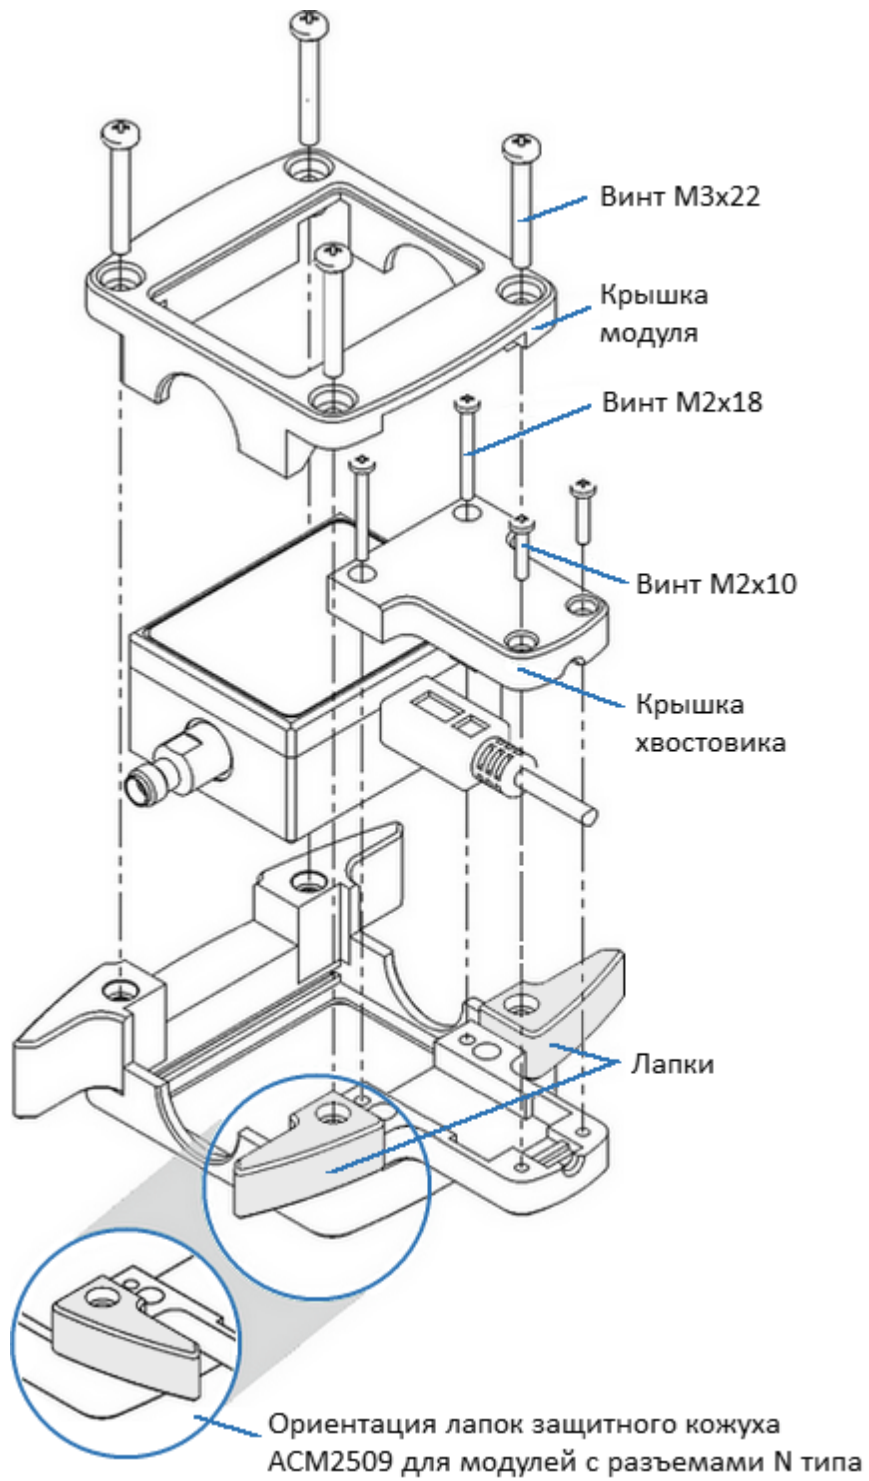

Рисунок 41 – Пример установки кожуха
- 4 шт. винтов M3×22 на крышке кожуха. Снимите крышку модуля (см. рисунок 41);